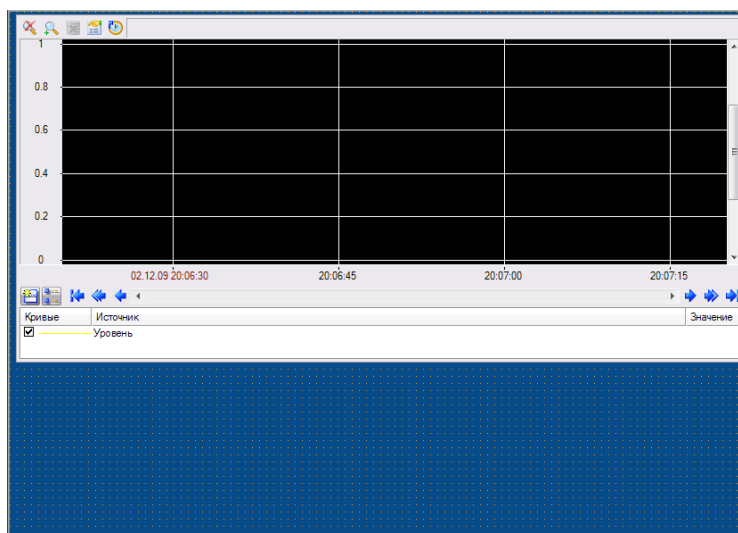

Рис. 3.31 Результат выполнения пунктов 1—5
5. **Создайте тренд, настройте кривую и произведите привязка к созданному каналу .** Пример экрана, созданного при выполнении пунктов 1— 5 приведен на рис. 3.31